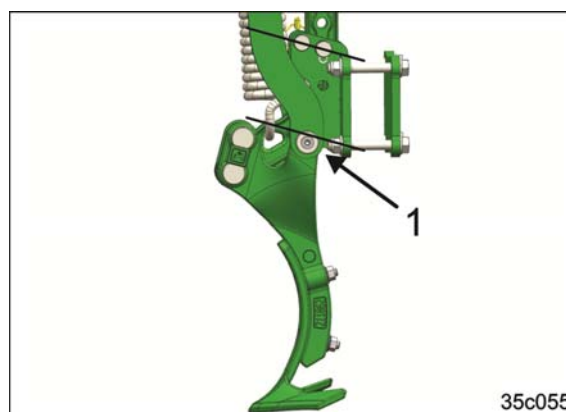

Fig. 125
- Ved at dreje traktor-sporløsnerholderen (Fig. 125/1) kan arbejdsdybden indstilles fladere.